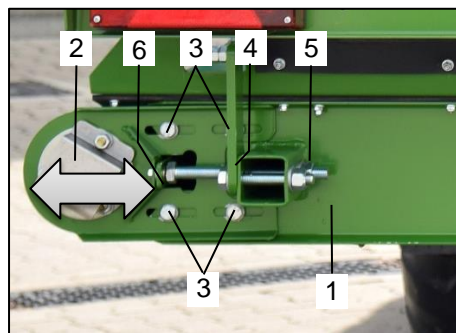

Bild 131: Querförderband justieren und spannen
- Lösen Sie am Querförderband (Bild 131 / Pos.1) die Befestigungsschrauben (Bild 131 / Pos.3) der Trommelführungen.
- Lösen Sie die Kontermuttern (Bild 131 / Pos.5) für die Spannschrauben (Bild 131 / Pos.6).
- Lösen Sie die Spannschrauben (Bild 131 / Pos.6) bis das Transportband entspannt ist.
- Drehen Sie die Spannschrauben (Bild 131 / Pos.6) gleichmäßig soweit raus, bis das Band nicht mehr durchhängt.
- Ziehen Sie anschließend die Kontermuttern (Bild 131 / Pos.5) und die Befestigungsschrauben (Bild 131 / Pos.3) der Trommelführungen wieder fest an.